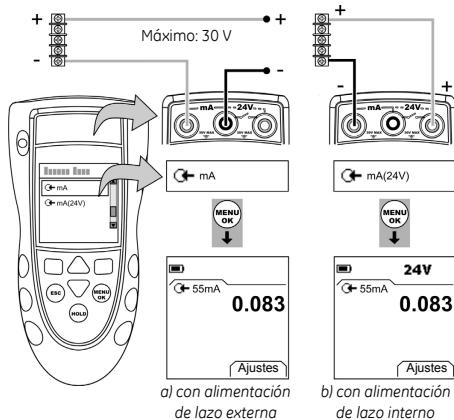

Figura 5: Ejemplo de configuración - Medición de mA
1. Conecte el instrumento (Figura 5) y, si es necesario, ajuste las opciones de **Configurar** (Tabla 1).